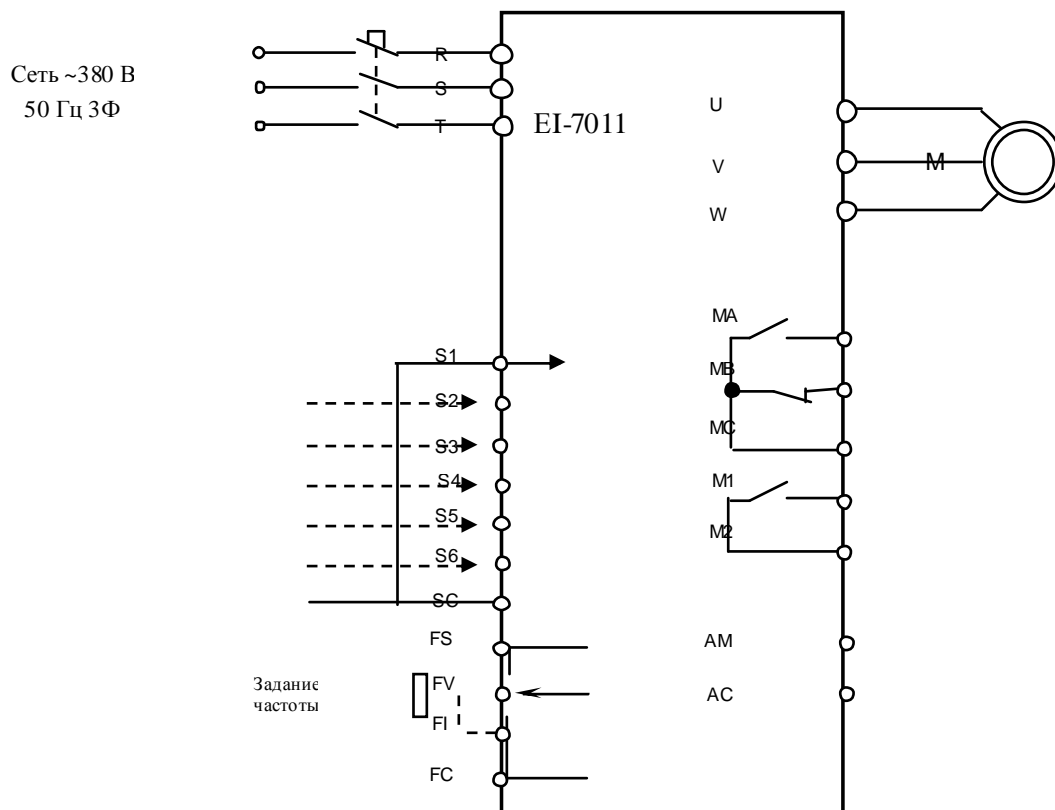

Рис. 4.27. Диагностика входных и выходных цепей управления
4.16.1. Подключить электродвигатель к выходным клеммам U, V, W (рис. 4.27).
4.17.3. Подключить один из концов проволочной перемычки (рис. 4.27) к клемме SC. Подключить электродвигатель к выходным клеммам U, V, W.